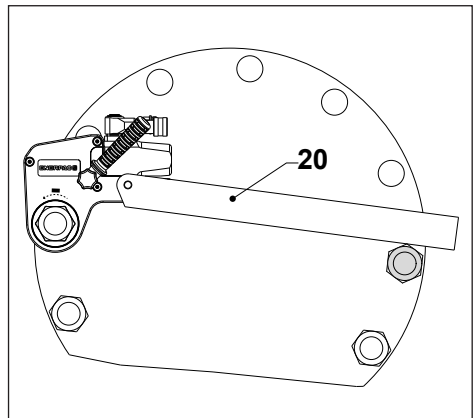
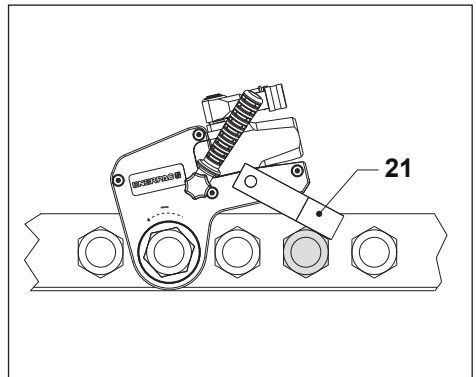

Abb. 13
Abb. 14
4.3.4 Einsatz des erweiterten Abstützarms (Abb. 13)
- Positionieren Sie den erweiterten Abstützarm (20) der WTE-Serie gegen ein geeignetes Widerlager. Das Widerlager wirkt der durch das Werkzeug verursachten Kraft entgegen.
4.3.5 Verwendung des Abstützfußes (Abb. 14)
- Positionieren Sie den Abstützfuß (21) der WRP-Serie gegen ein geeignetes Widerlager. Das Widerlager wirkt der durch das Werkzeug verursachten Kraft entgegen.
Siehe Abb. 14 und 17 für Schwenkkupplungskomponenten.